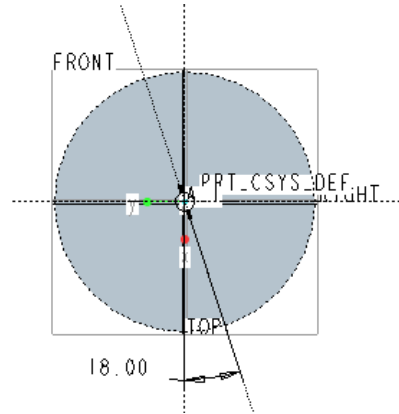

図 13-94 中心線
- ・「直線ツール」の左から3つ目の「中心線」を選択し、図 13-94 に示すように縦線から 18° ずらした位置に中心線を引く。